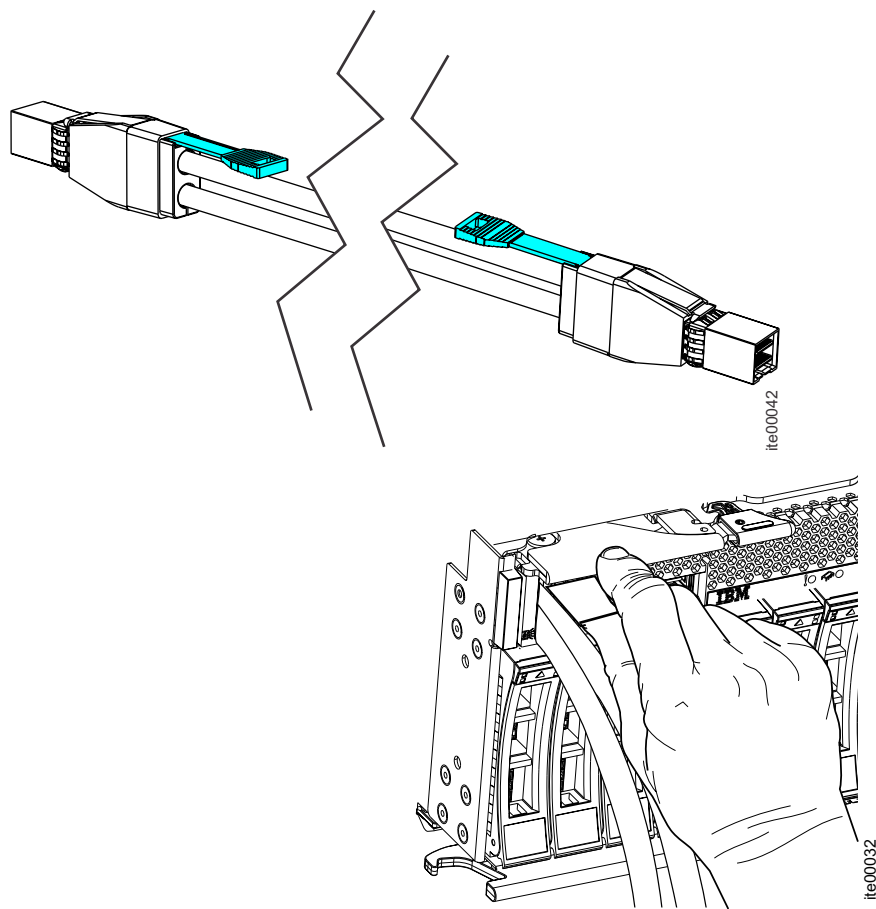

Figura 27. Desconectando o Cabo SAS
2. Desconecte um terminal do cabo existente. Puxe a identificação azul com a seta para fora do conector para liberá-la da porta. Figura 27 mostra o cabo SAS.